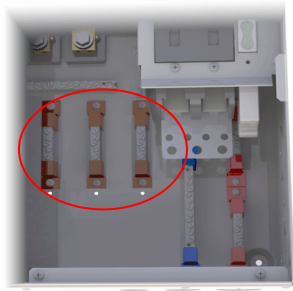
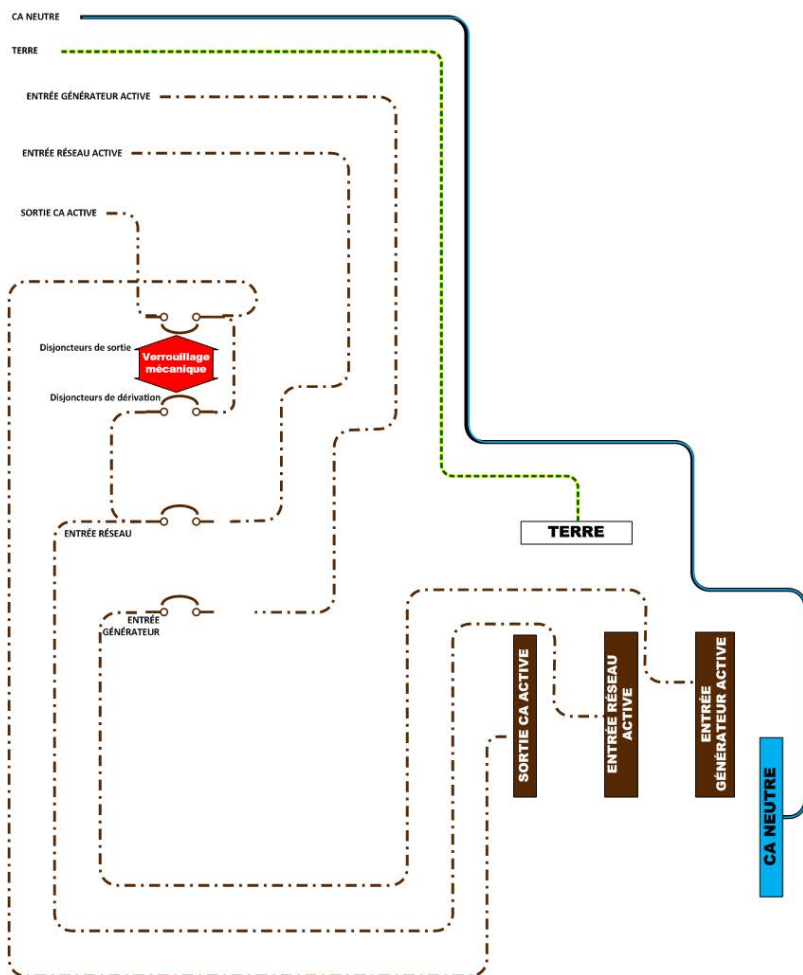

Figure 2 Positions des barres conductrices
Figure 5 Câblage CA de base
3. Appliquez l'étiquette correspondante, prélevée dans le jeu d'étiquettes, sur le châssis, à proximité de chacune des barres conductrices à des fins d'identification. La Figure 2 indique les emplacements standard pour ces barres conductrices. La Figure 5 à la page 7 indique les emplacements prévus pour les étiquettes.
Le GS-IOB-230VAC est livré avec six câbles marron et un bleu, étiquetés en fonction du raccordement électrique pour lequel ils sont prévus. Il est également livré avec un câble vert et deux câbles marron courts non étiquetés. Si les étapes précédentes et le schéma à la Figure 5 sont respectés, ces câbles sont suffisamment longs pour réaliser les branchements prévus.
- Pour chacun des six câbles, installez la cosse à anneau du câble sur la borne de branchement correspondant à chacun des disjoncteurs, conformément à la Figure 5. Chaque borne est généralement équipée de deux rondelles éventail identiques. La cosse à anneau du câble doit être posée entre ces rondelles éventail. S'il n'y a qu'une
3. Installez les deux câbles courts entre les disjoncteurs d'entrée, de sortie et de dérivation, comme illustré à la Figure 5.
6. Raccordez les câbles marron de chacun des disjoncteurs à la barre conductrice appropriée, comme illustré à la Figure 5.